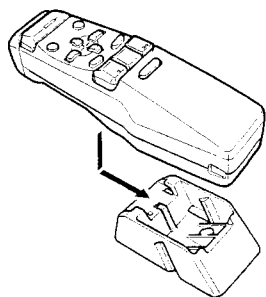

Fig. 12
■ Colocación horizontal (Fig. 12)